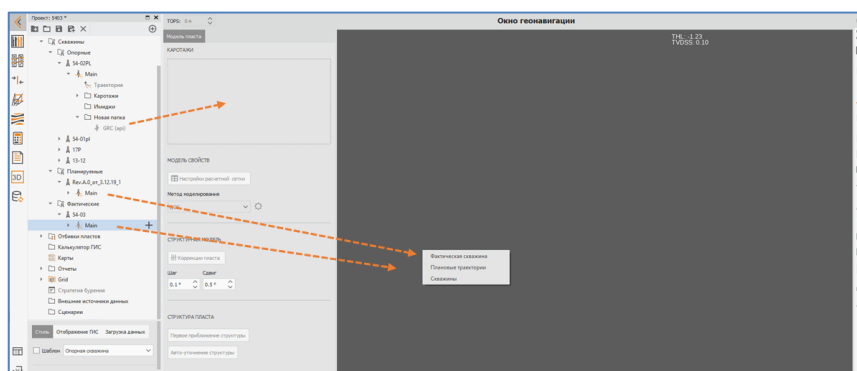

Рисунок 4. Добавление фактической скважины и каротажа для моделирования
- 2) Перетащите фактическую скважину из дерева проекта на область отображения пласта и выберите тип скважины «Фактическая» (Рисунок 4). Таким же образом вы можете отобразить плановые траектории.
- 3) Перетащите каротаж одной из опорных скважин в область «Каротаж» (Рисунок 4). Этот каротаж будет использоваться для построения модели пласта.